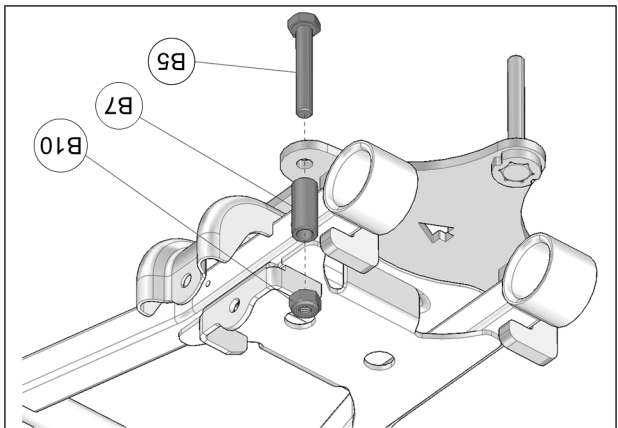

Fig. 7
6. Insérer le boulon M10x65mm (B5) au trou de l'ancrage en ligne avec les ouvertures en « C », insérer l'espécureur (B7), l'écrou (B10) au boulon et serrer l'assemblage à un couple de 50 N•m [37 lb•pi]. Voir la Fig. 7